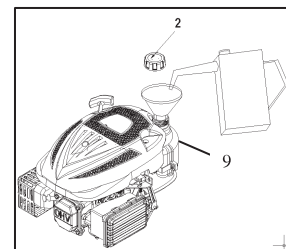

Fig. 5
1. Verwijder de dop van de brandstoftank (2).
2. Voeg brandstof toe tot beneden de onderste peilstreep in de nek van de brandstoftank (9). (Zie Fig. 5)
5. Capaciteit (9) brandstoftank: 1,2L (0,317US gal, 0,264UK gal)